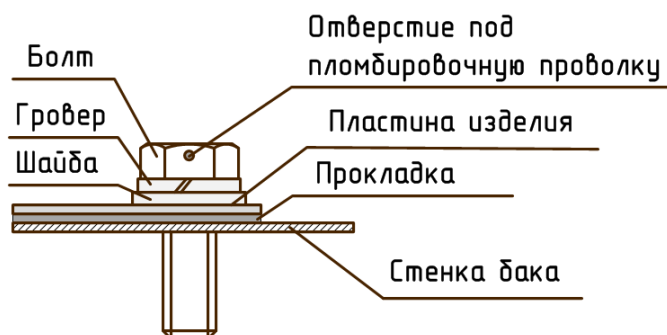
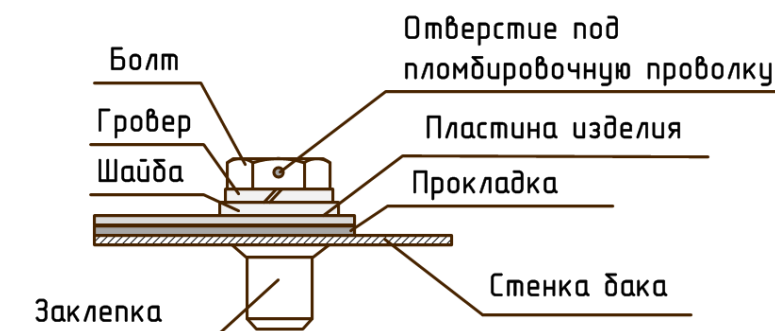

Рисунок 24
Рисунок 25
- 3) Закрепить изделие на баке болтами, предварительно надев шайбу и гровер, как показано на рисунке (Рисунок 24, Рисунок 25). Болты завинчивать ключом гаечным.